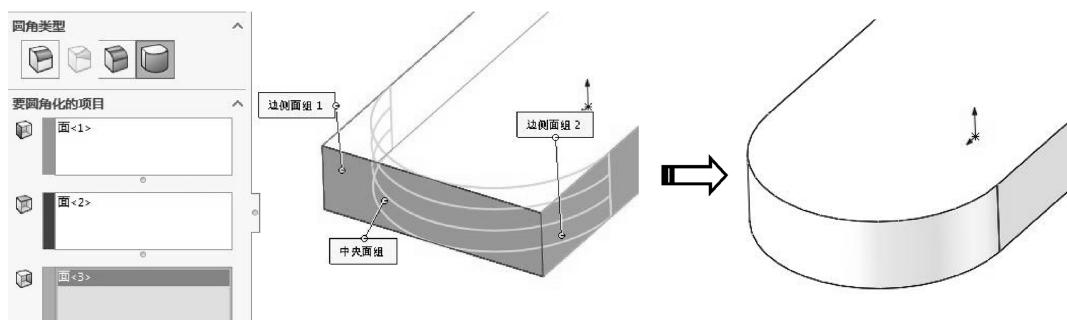

图 3-74 创建完整圆角
- 完整圆角：创建完整圆角时，需要选择实体上两个相对的面作为参考曲面，选择与参考面相交面作为驱动曲面，如图 3-74 所示。